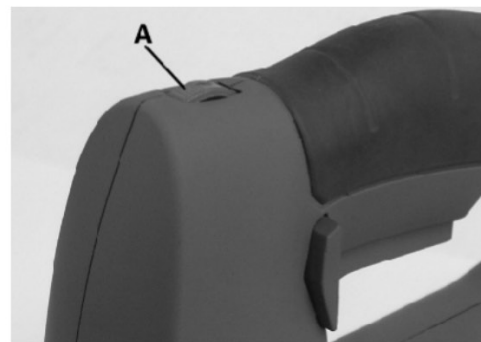

Figure 5
La velocidad de la sierra caladora se puede ajustar entre 800 y 2600 golpes por minuto girando el selector de velocidad (A), Fig. 5. El selector está marcado del 1 (velocidad mínima) al 6 (velocidad máxima). Generalmente, velocidades más altas permiten cortar piezas de trabajo más rápido, pero la vida útil de la hoja se reduce.